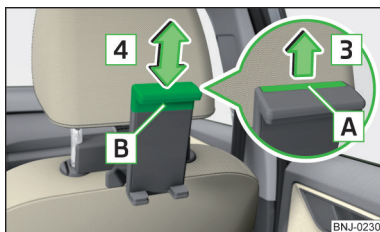

Fig. 101
► Pentru **adaptarea înălțimii suportului**, trageți curelușa de siguranță **A** în sensul săgeții **3** și deplasați piesa **B** în sensul săgeții **4** în poziția dorită » fig. 101.